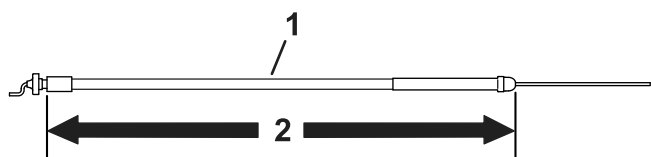

Figura 7
- Utilice el cable del acelerador de 158,3 cm de largo para todos los modelos, salvo las unidades tracción modelo 04056; consulte **Figura 7**.